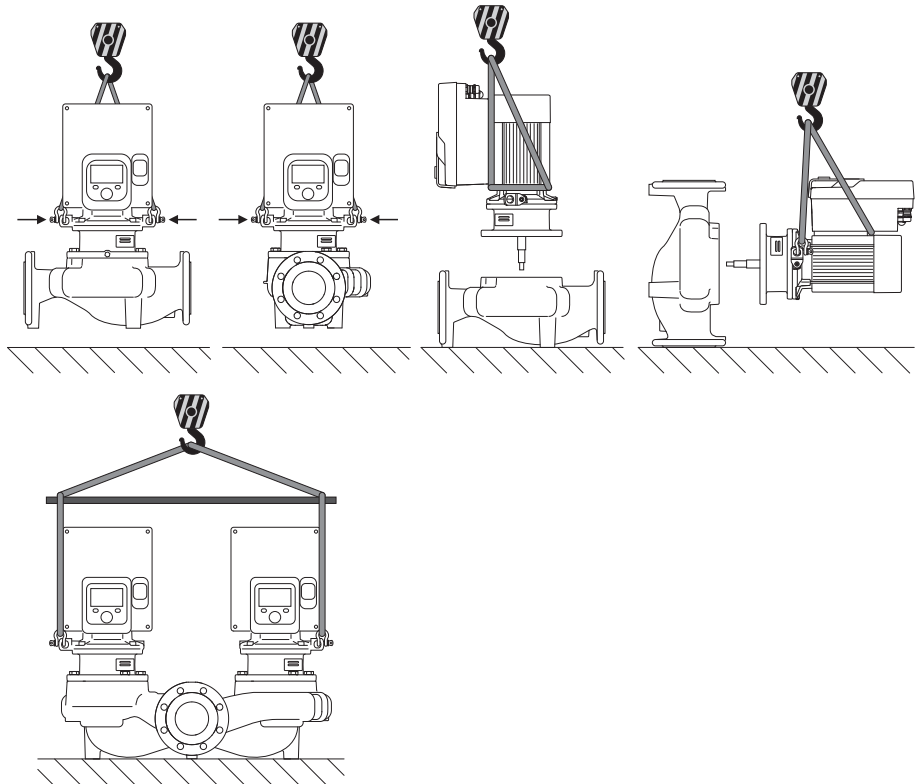

Fig. 6: Heberichtung
Der Transport der Pumpe ist mit zugelassenen Lastaufnahmemitteln (Flasenzug, Kran etc.) durchzuführen. Lastaufnahmemittel müssen an den am Motorflansch vorhandenen Transportösen befestigt werden. Hebeschlaufen, falls erforderlich unter die Adapterplatte schieben (Fig. 6).
2. Einstecksatz (Fig. 4) zur Absicherung mit geeigneten Hebemitteln an den Transportösen befestigen. Damit die Einheit nicht kippt, eine Gurtschleife gemäß Fig. 6 um Motor und Adapter des Elektronikmoduls herum legen. Beim Befestigen eine Beschädigung des Elektronikmoduls vermeiden.